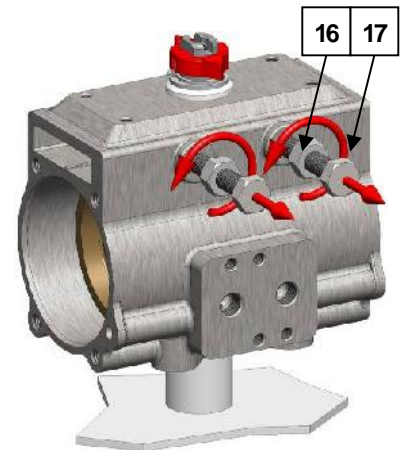

Fig.3
7. Allentare i dadi (16) e svitare completamente entrambe le viti (17) vedi Fig. 3 ;